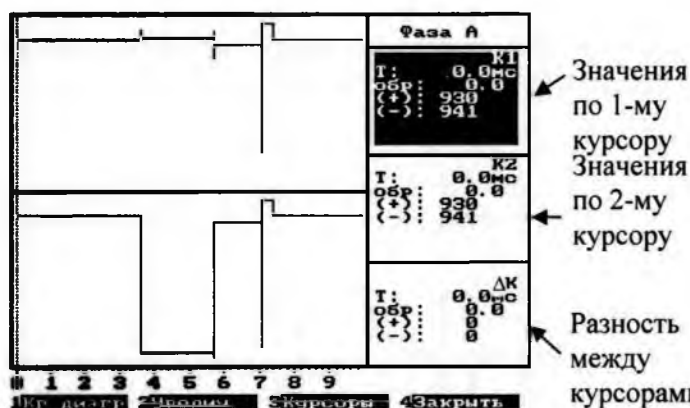

Рис. 11.28
11.7.3. Для просмотра графика тока в разных точках вызвать курсоры нажатием кнопки F3 (функция -Курсоры), см. рис. 11.28. Курсоры перемещаются нажатием кнопок → и ←.